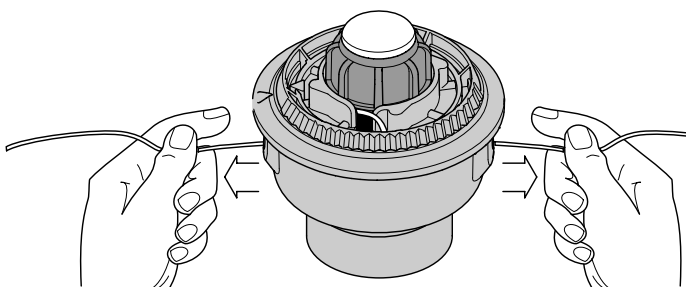

Fig. 19
9. Si le rembobinage du fil devient difficile ou si le fil se coince, tirez-en les extrémités de la bobine. Continuez de rembobiner le moulinet intérieur vers la gauche (Fig. 19).
4. Maintenez le moulinet intérieur et installez le bouton de butée, le ressort, et le joint en mousse en poussant le bouton de butée vers le bas et en le tournant à droite. Saisissez les extrémités et tirez fermement pour dégager le fil des fentes de retenue du moulinet intérieur. (Fig. 19).
Si le SpeedSpool^{MD} ne déroule pas le fil correctement, tirez fermement les extrémités du fil loin de la bobine (Fig. 19). Si cela ne suffit pas, suivez les instructions de *Nettoyage du SpeedSpool^{MD}* ci-dessous.